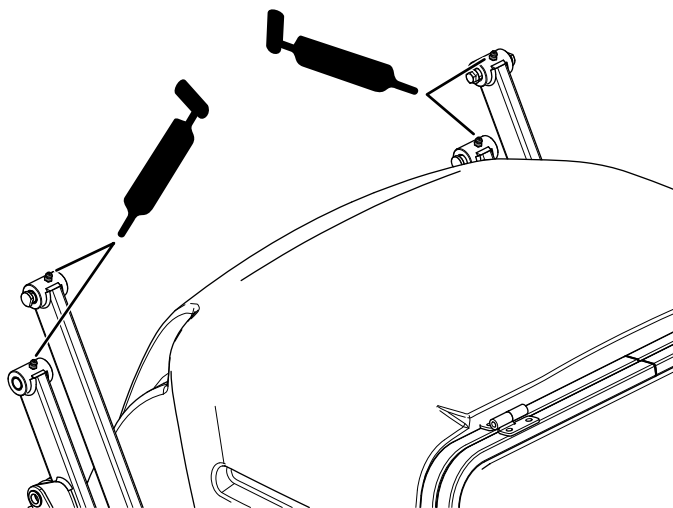

Figura 47
- Brae buncăr – partea superioară (Figura 47)